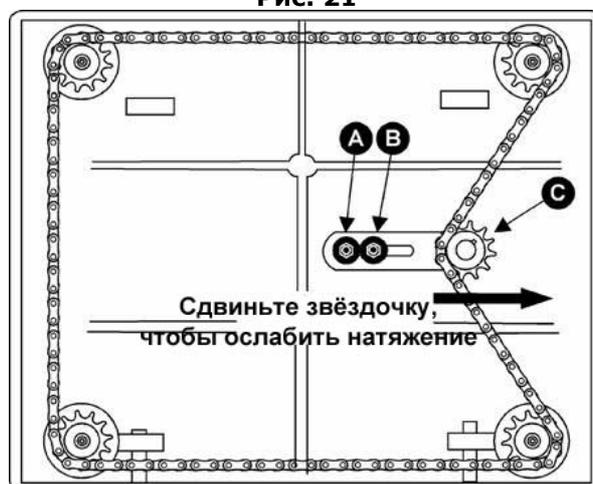

Рис. 22
2. Открутите болты, которые фиксируют станок на основании. Наклоните станок на бок, чтобы было видно дно основания, как показано на Рис. 22.
3. Открутите болт (А, Рис.22) и ослабьте болт (В, Рис.22), которые позволяют вам переместить звездочку (С, Рис. 22) достаточно, чтобы ослабить натяжение цепи.
6. Когда все регулировки установлены правильно, поместите цепь обратно на угловые звездочки, переместите звездочку (С, Рис. 22) обратно, чтобы натянуть цепь, затяните болт (В, Рис.22), а также вкрутите и затяните болт (А, Рис.22).